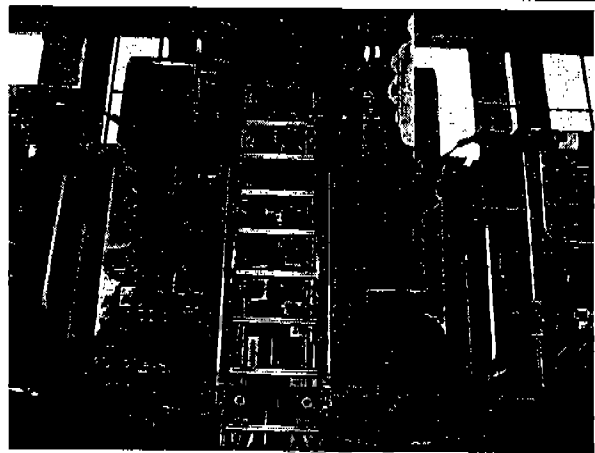

FIGURE 8.12
- Press the START button again and increase speed operating on the potentiometer (speed shall be preset for security reasons): in this way the gondolas previously fixed at their arms, shall go back to the station upside down while the counterweight arms shall stay down fig.8.12
- Premere nuovamente il pulsante START e dare velocità agendo sul potenziometro (tale velocità è preimpostata per sicurezza): in questo modo le gondole preventivamente fissate ai loro bracci, torneranno in stazione rovesciate e i bracci contrappeso sganciati dai bracci gondola rimarranno in basso fig.8.12